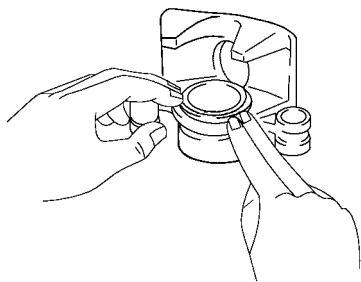
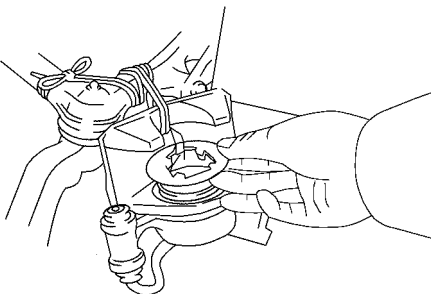

图 15-87 将活塞套和开口环装入分泵内
图 15-88 将消声片装到活塞上
(3) 将活塞套和开口环装入分泵内，如图 15-87 所示。
(4) 安装防尘罩和滑套。
(5) 将消声片装到活塞上，如图 15-88 所示，将消声片装到活塞上。